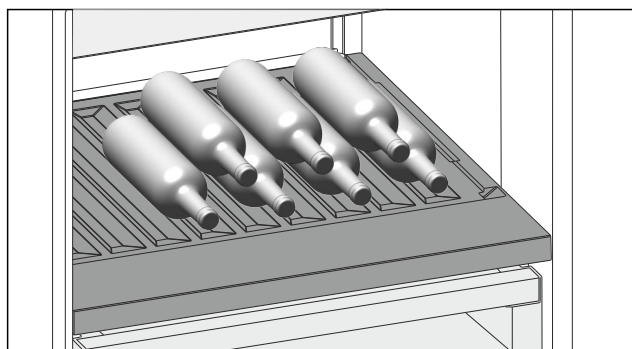

Fig. 145
- Legg inn flaskene med bunnen bakover mot bakveggen. (se Fig. 145)